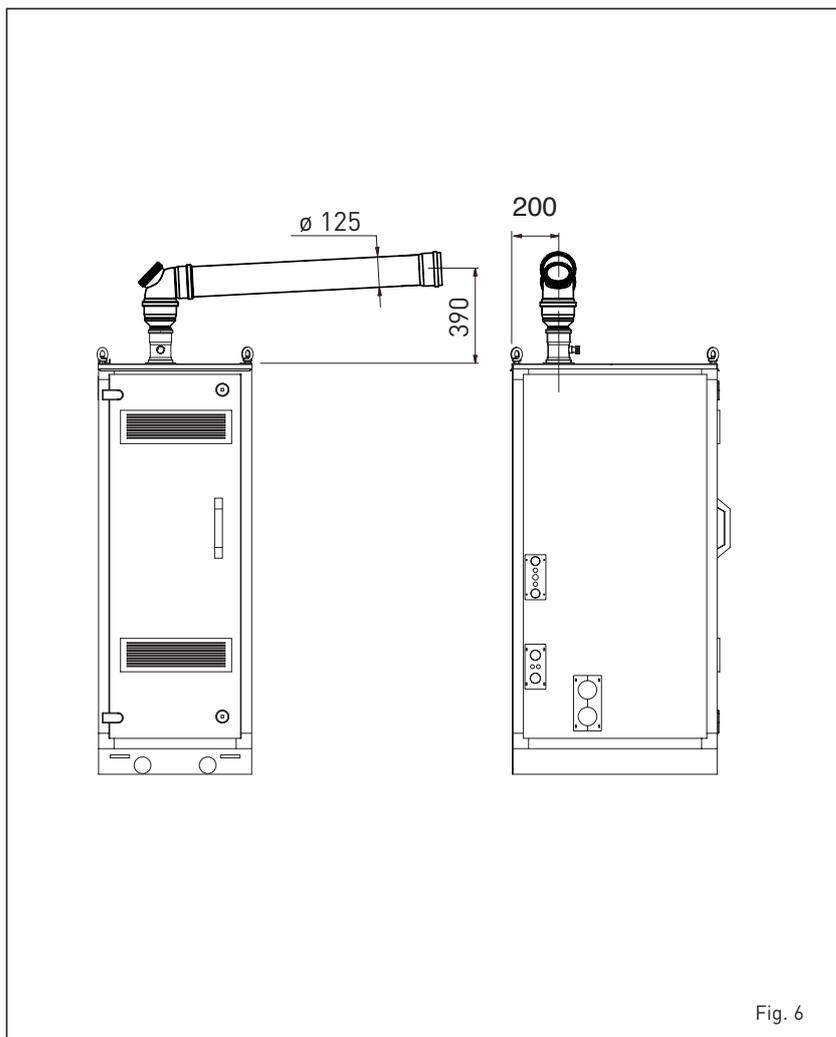

Fig. 6
2.6 KIT COLLECTEUR FUMÉES POUR INSTALLATIONS A COUVERT (fig. 6)
Pour ce type d'installation, il faut consulter les figure 6. Les solutions indiquées possèdent un collecteur de fumées avec une sortie placée soit à droite des modules. Il est toutefois possible d'amener la sortie à gauche, simplement en faisant tourner le collecteur de 180°.